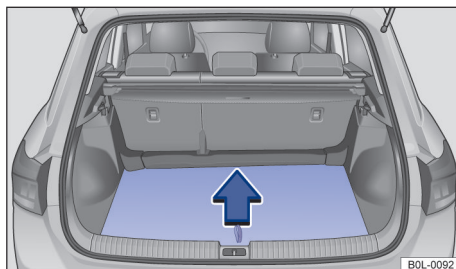

图 114 行李箱内：打开行李箱底板
- 抓住行李箱底板上的环形拉手 → 图 114 并抬起行李箱底板。